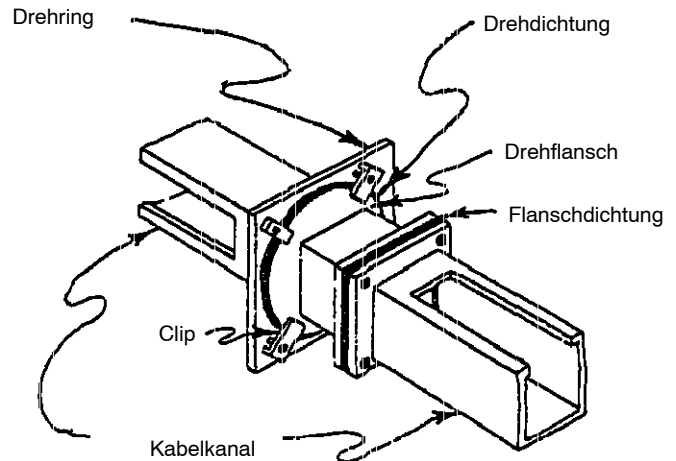

Abb. 7
1. Richten Sie den Kabelkanal, die Flanschdichtung, den Drehring, die Drehdichtung und den Drehstutzen in dieser Reihenfolge aus (Abb. 7 und 8). Bringen Sie die Clips über dem runden Flansch des Drehstutzens an und montieren Sie die Schrauben und Muttern.
1. Richten Sie den Kabelkanal, die Flanschdichtung und den Drehring in dieser Reihenfolge aus (Abb. 7 und 8). Bringen Sie den Drehring am Kabelkanalflansch mit vier Senkkopfschrauben und Muttern an. Richten Sie die runde Drehdichtung und den Drehstutzen am Drehring aus. Bringen Sie nun die Clips über dem runden Flansch des Drehstutzens an und montieren Sie die Schrauben und Muttern.